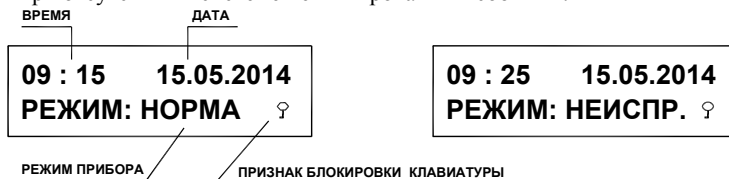

Рис. 2.1 Примеры индикации при отсутствии не квитированных событий.
2.14 Примеры индикации режимов пульта приведены на рис. 2.1. Такая индикация осуществляется при отсутствии в системе неквитированных событий.